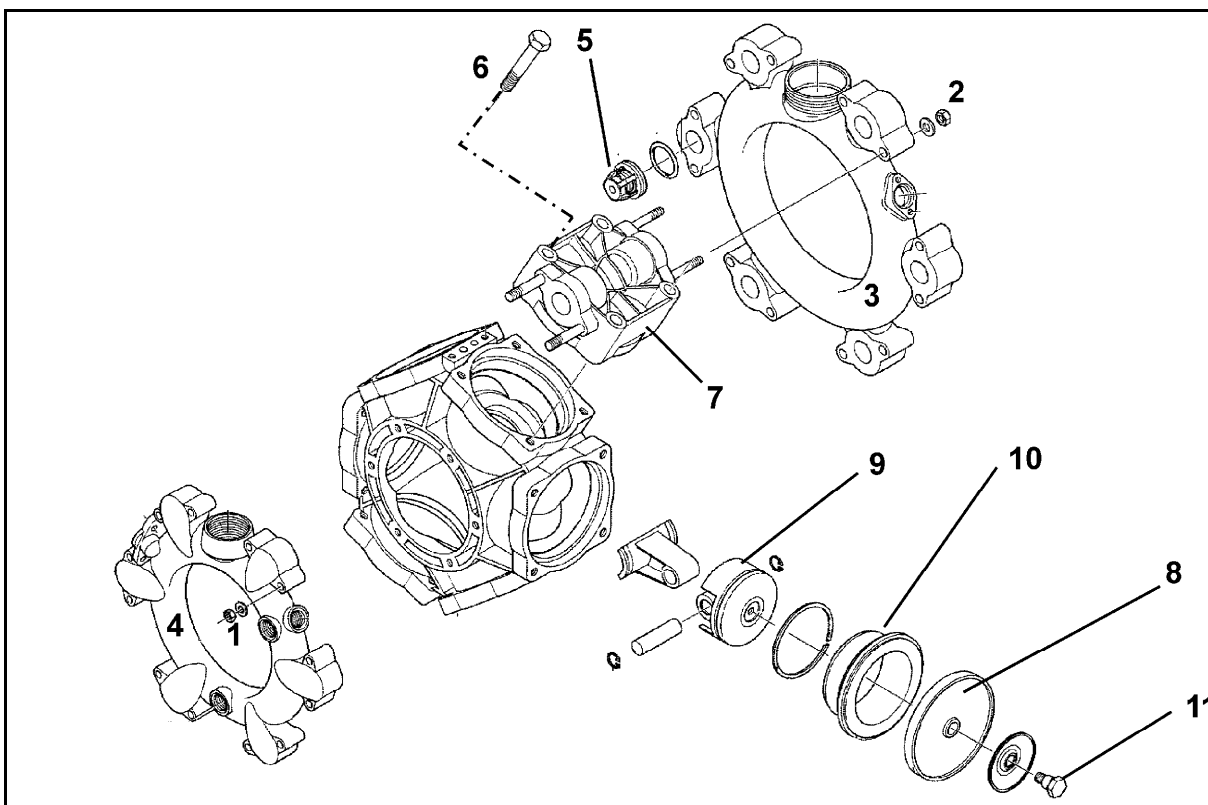

Fig. 176
- Vérifiez l'état des membranes de piston (Fig. 176/8) au moins une fois par an en les démontant.
- Vérifiez la position de montage des clapets côté aspiration et côté refoulement, avant de retirer les jeux de clapets (Fig. 176/5).
- Il est impératif de remplacer les membranes de tous les pistons (Fig. 176/8) même si une seule d'entre elles est défectueuse ou poreuse.
2. Desserrez les écrous (Fig. 176/1, 2).
3. Retirez les conduites d'aspiration et de refoulement (Fig. 176/3 et Fig. 176/4).
4. Retirez les jeux de clapets (Fig. 176/5).
5. Retirez les vis (Fig. 176/6).
6. Retirez la culasse (Fig. 176/7).
7. Contrôlez les membranes de piston (Fig. 176/8).
- Fixez la membrane de piston (Fig. 176/8) avec le disque et la vis (Fig. 176/11) sur le piston (Fig. 176/9) de manière à ce que le rebord soit orienté vers la culasse (Fig. 176/7).
- Les écrous (Fig. 176/1,2) doivent impérativement être serrés en étoile et au couple de serrage préconisé. Le non-respect de ces consignes peut entraîner des tensions contradictoires et par là-même, des fuites.
1. Desserrez la vis (Fig. 176/11) et retirez du piston (Fig. 176/9) la membrane (Fig. 176/8) avec son disque de support.
3. Retirez le cylindre (Fig. 176/10) du carter de pompe.
6. Remettez le cylindre (Fig. 176/10) en place dans le carter de la pompe.
7. Remontez la membrane (Fig. 176/8).
8. Bridez la culasse (Fig. 176/7) sur le carter de la pompe et serrez les vis (Fig. 176/6) en étoile de façon identique.
9. Remontez les jeux de clapets (Fig. 176/5) après les avoir vérifiés et nettoyés.
11. Bridez les conduites d'aspiration (Fig. 176/3) et de refoulement (Fig. 176/4) sur le carter de pompe.
12. Serrez les écrous (Fig. 176/1,2) en étoile au couple de **11 Nm**.